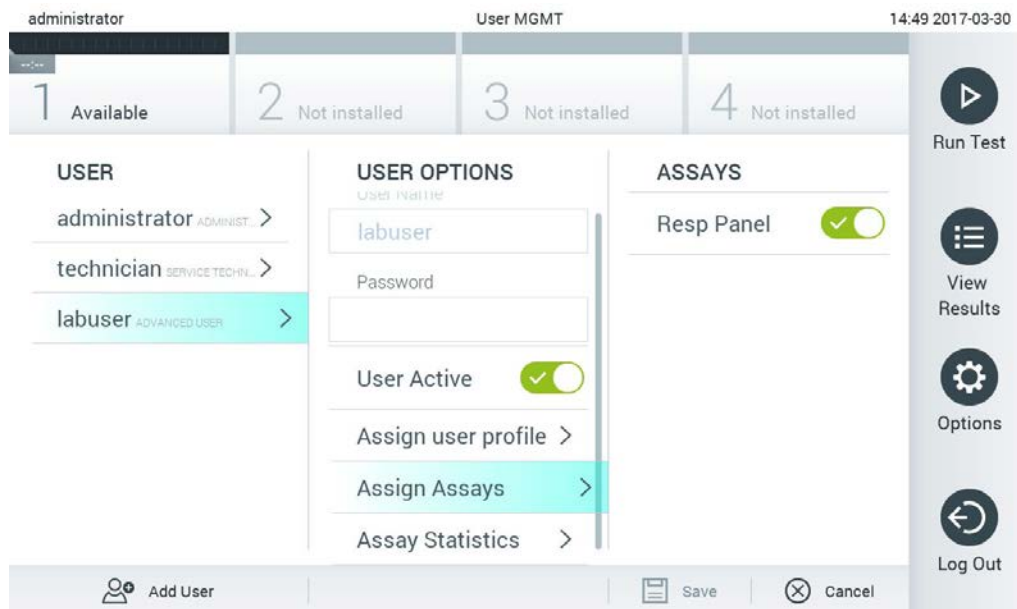

Figure 55. Attribuer des dosages aux utilisateurs.
- Assign Assays (Attribuer des dosages) : permet de définir les dosages de la base de données des dosages que l'utilisateur peut exécuter. Sélectionnez les dosages dans la liste à droite de la zone de contenu (figure 55).